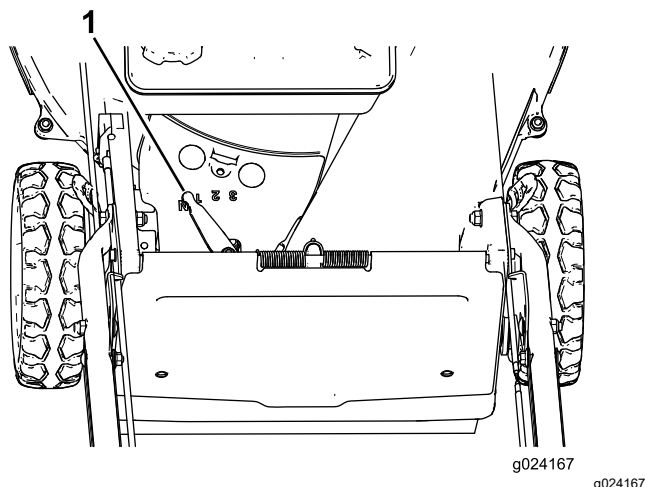

Figura 16
Punto muerto (N). La palanca de autopropulsión está situada debajo y detrás del depósito de combustible (Figura 16).